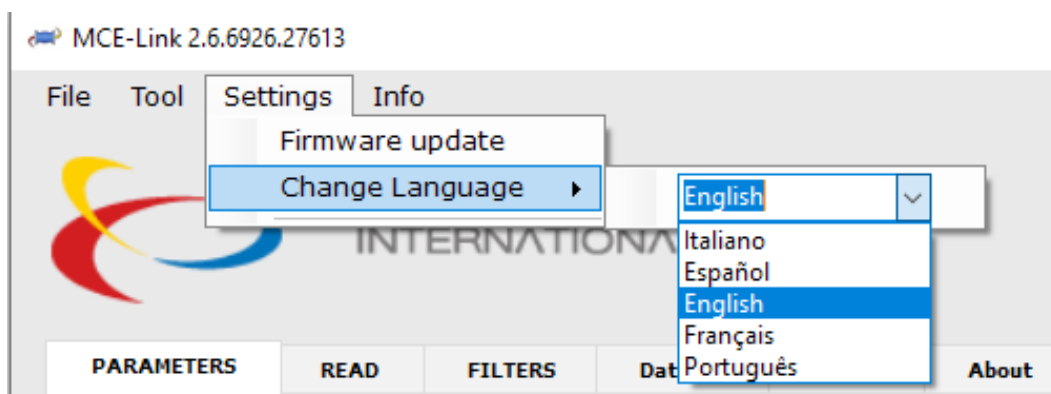

Fig. 41 Cambio lingua
**i** Es posible cambiar el idioma de visualización del menú del software siguiendo esta ruta: “Configuración”> “Cambiar idioma” y eligiendo uno de los idiomas disponibles (Fig. 41).